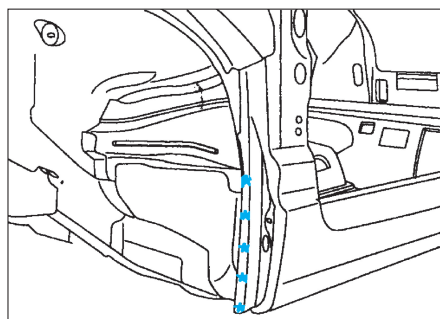
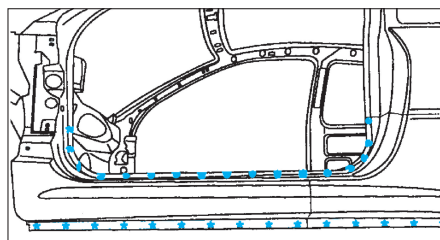

FIG. 87
FIG. 88
• Découper par fraisage des points suivant (B).
• Découper par fraisage des points (Fig.87) et (Fig.88).